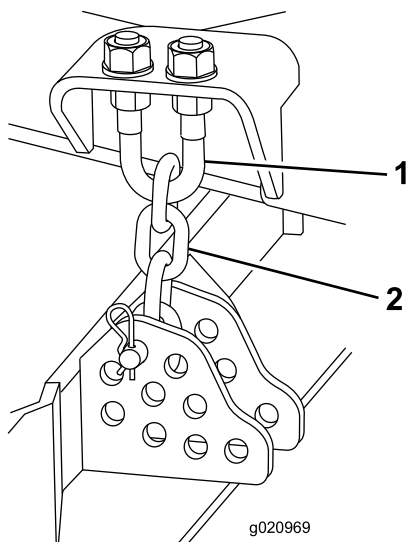

Figura 80
4. Retire el pasador de horquilla y el pasador que fijan las cadenas de ajuste de la altura de corte a la parte trasera de la carcasa de corte (Figura 80).